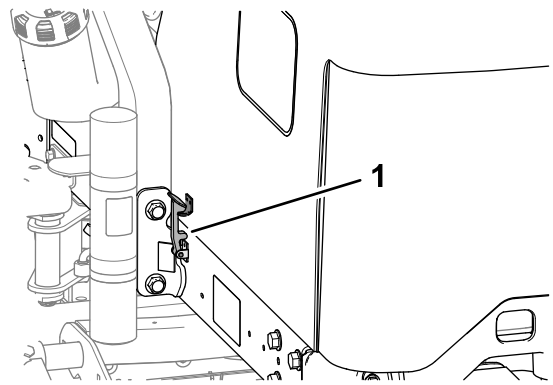

Bild 57
2. Klappen Sie die Motorhaube nach oben und hinten (Bild 57).